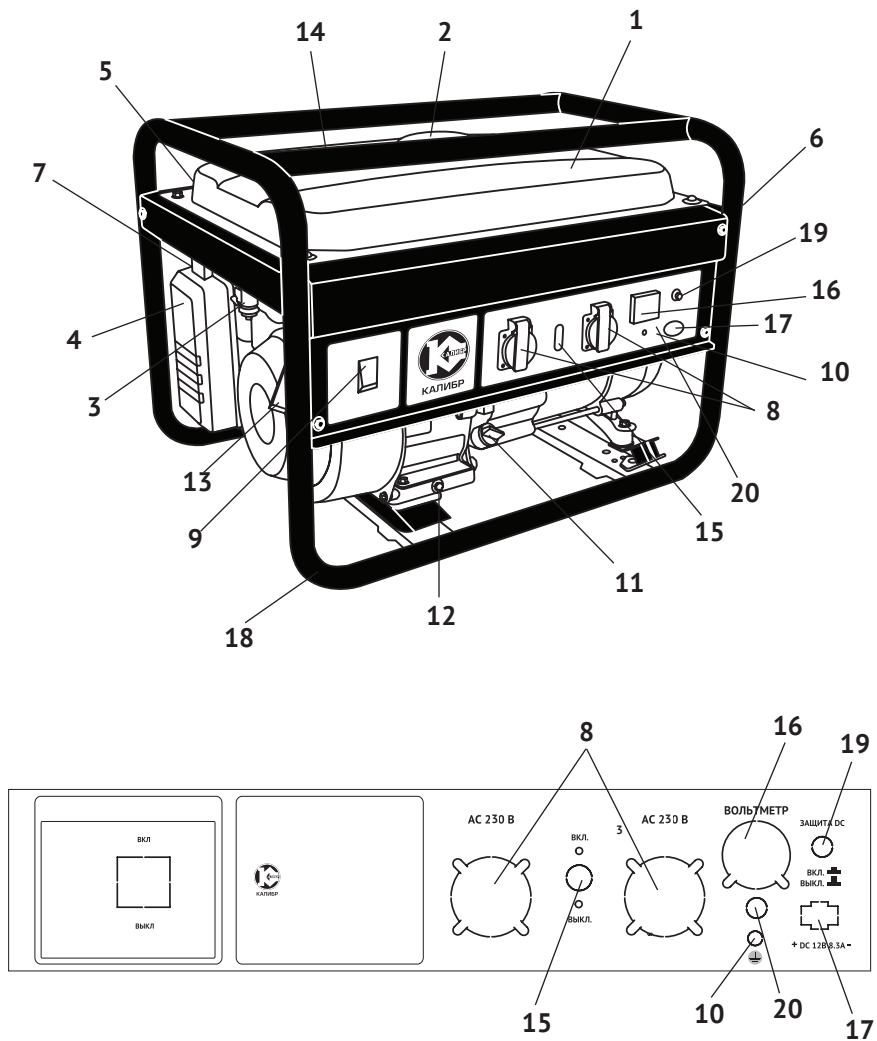

рис. 1
Коленчатый вал, приводимый во вращение возвратно-поступательными движениями поршня двигателя, передаёт крутящий момент на вал якоря генератора. Передача осуществляется через коническое сопряжение ротора генератора и вала двигателя. При этом образуется самоцентрирующаяся трёхопорная схема соединения. С обмоток статора генератора напряжение подводится: через систему стабилизации на розетки переменного тока (рис.1 поз.8); через выпрямительный блок на розетку постоянного тока (рис.1 поз.17).
2.4 Общий вид бензогенератора и панели управления представлен на рис.1:
3.4 Двигатель и генератор закреплены на трубчатой раме (рис.1 поз.18) через амортизаторы, что снижает вибрацию аппарата и уменьшает уровень шума при работе. Все элементы бензогенератора имеют удобный доступ для обслуживания и ремонта.
Электрическая сеть подключения потребителей относится к системе с изолированной нейтралью, предусматривающей защитное заземление открытых токопроводящих частей корпуса. В зависимости от местных условий (состав грунта, его влажность и т.п.) изменяется качество заземления. Во всех случаях защитное заземление должно иметь сопротивление не более 4-х Ом. Во время работы бензогенератора его клемма заземления (рис.1 поз.10) должна быть подсоединена к заземлителю. Практически это требование может быть реализовано следующими способами:
Выкрутите пробку-щуп из маслозаливной горловины (рис.1 поз.11) и залейте в картер масло необходимой марки до нижнего края горловины. Вставьте сухой чистый щуп в горловину картера и выньте его. Проверьте уровень масла: граница смоченной области щупа должна располагаться между отметками минимального и максимального уровней.
- перевести выключатель зажигания (рис.1 поз.9) в положение «ВКЛ.»;
- открыть топливный кран (рис.1 поз.3);
- перевести рычаг управления воздушной заслонкой (рис.1 поз.7) в крайнее левое положение «закрыто» при пуске холодного двигателя (для прогретого двигателя рычаг - в промежуточном положении);
- медленно потянуть рукоятку стартера (рис.1 поз.13) до появления сопротивления. Затем резким движением вытянуть трос до конца, повторить действие ещё раз, если двигатель не завёлся;
После прогрева двигателя в течение 10-40 секунд (в зависимости от начальной температуры), перевести рычаг воздушной заслонки (рис.1 поз.7) в крайнее правое положение «открыто».
- перевести выключатель зажигания (рис.1 поз.9) в положение «ВЫКЛ.»;
- закрыть топливный кран (рис.1 поз.3).
- наличие и величина напряжения переменного тока измеряется вольтметром (рис.1 поз.16);
При перегрузке может сработать защита генератора. Проверьте суммарную мощность подключённого оборудования. Отключите лишнее. Включите автомат защиты, утопив кнопку (рис.1 поз.15) до фиксации.